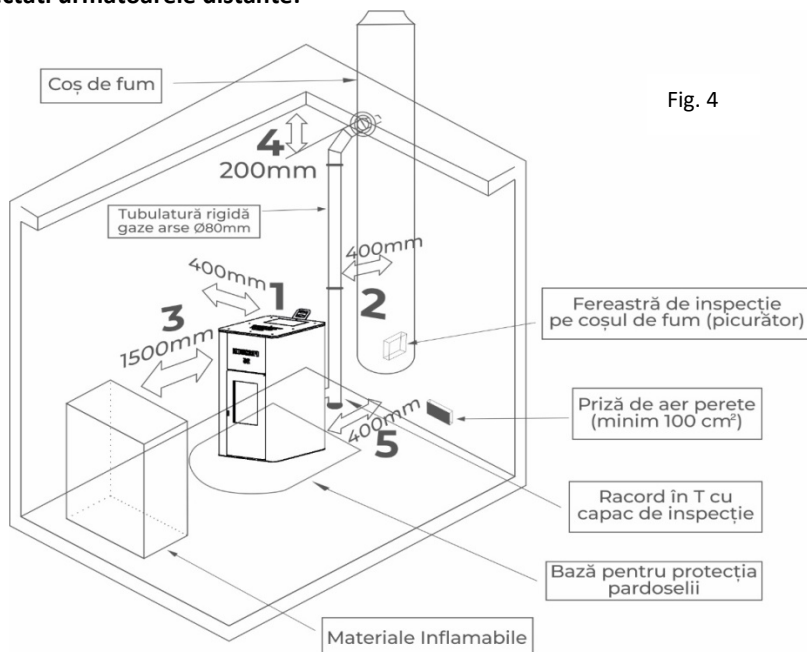

Fig. 4
- Obligatoriu se va monta o piesă T la ieșirea din termosemineu, pe conducta de evacuare a gazelor arse (vezi fig. 4).
- ✓ Aerul proaspăt pentru ardere poate fi asigurat și din alte încăperi sau din exterior. În aceste cazuri trebuie să asigurați în permanență aportul de aer proaspăt prin aerisire repetată, sau prin dotarea încăperii cu o priză de aer separate (vezi fig.4). Pentru sfaturi utile contactați un specialist în acest sens.